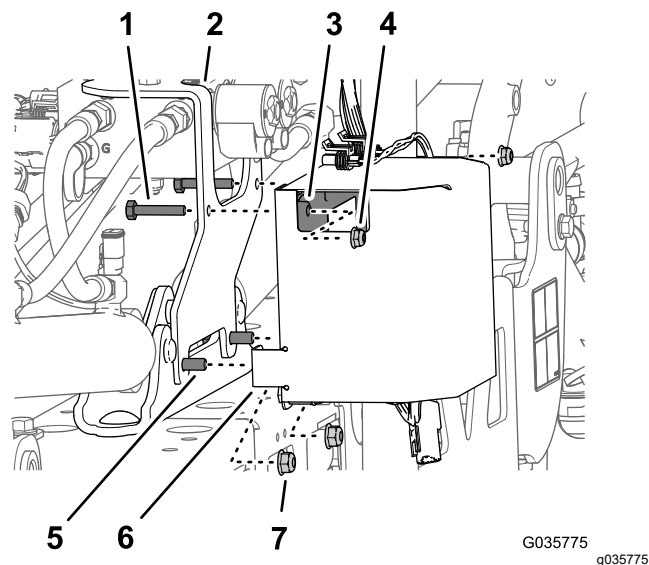

Figura 30
3. Retire las 2 contratuercas con arandela prensada ($\frac{5}{16}$ ") que fijan el soporte de montaje del kit de acabado de brazo Ultra Sonic Boom del bastidor del cilindro (Figura 30).
4. Monte la cubierta del controlador (Figura 30) sobre el perno con arandela prensada ($\frac{5}{16}$ " x 1") en los taladros delanteros inferiores de la cubierta y fije provisionalmente la cubierta, el soporte y el bastidor con las 2 contratuercas con arandela prensada ($\frac{5}{16}$ ") que retiró en 3.
5. Monte los 2 pernos ($\frac{1}{4}$ " x $1\frac{3}{8}$ ") a través de los taladros superiores en el soporte de montaje (kit de acabado de brazo Ultra Sonic Boom), la brida trasera (cubierta del controlador) y el controlador (Figura 30) con las 2 contratuercas con arandela prensada ($\frac{1}{4}$ ").